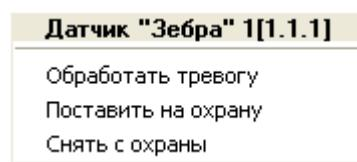

Рис. 4.2—1 Функциональное меню объекта Датчик «Зебра»
1. Перейти на панель настроек объекта **Фортеза СОМ-порт** (Рис. 4.2—1).
2. Указать диапазон аппаратных адресов подключенного оборудования с помощью кнопок **вверх-вниз** в полях **С** и **По** (см. Рис. 4.2—1, 1).
3. Нажать на кнопку **Поиск устройств** (см. Рис. 4.2—1, 2).
Управление датчиками Зебра и Фортеза осуществляется в интерактивном окне Кара с использованием функционального меню объектов Датчик «Зебра» и Датчик «Фортеза» соответственно (Таб. 4.2—1, Рис. 4.2—1).